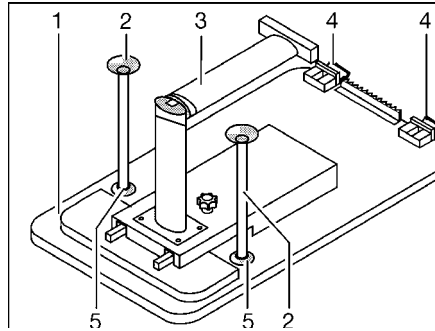

Fig. 95 Base de cama
- Levantar ligeramente por delante el tablero de la mesa (Fig. 95,1).
- Desbloquear en la articulación la pata de la mesa (Fig. 95,3) y plegar.
- Girar el tablero de la mesa aprox. 45° hacia arriba y desenganchar los soportes (Fig. 95,4) de la guía de sujeción superior.
- Según el modelo, encajar los dos pies de apoyo adicionales (Fig. 95,2) en los alojamientos (Fig. 95,5) en el lado inferior del tablero de la mesa.